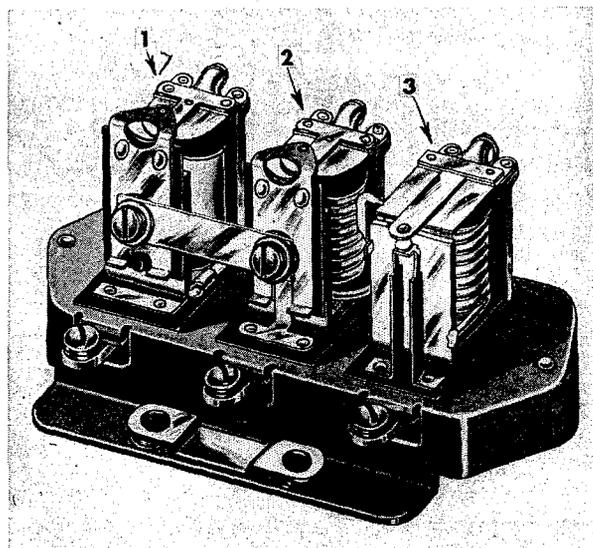

Fig. 124 Spannungsregler
Die Regler werden mit einer Nebenschlussmaschine verwendet und bestehen aus drei Einheiten, von denen jede eine bestimmte Arbeit zu verrichten hat. Diese Einheiten, Fig. 124, sind der Rückstromschalter Nr. 3, der Spannungsregler Nr. 1 und der Stromregler Nr. 2.
1. Rückstromschalter (Endspule mit dicken Drahtwindungen), Fig. 124, Nr. 3.
2. Spannungsregler - Endspule mit Draht aus dünnen Windungen, Fig. 124, Nr. 1.
3. Stromregler - mittlere Spule mit Windungen aus dicken Draht, Fig. 124, Nr. 2.